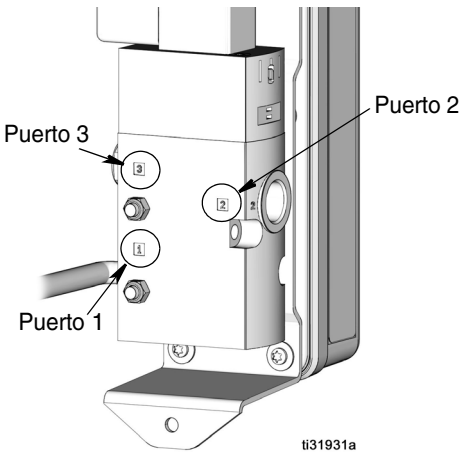

FIG. 1
Los números 1-3 del alojamiento del solenoide (14) identifican los puertos de conexión (Fig. 1).
1. Aplique sellante de roscas en las roscas macho de los accesorios de conexión. Conecte la línea de suministro de aire al puerto 1 (Fig. 1).
2. Aplique sellante de roscas en las roscas macho de los accesorios de conexión. Conecte la línea a la entrada de aire de la bomba al puerto 2 (Fig. 1).